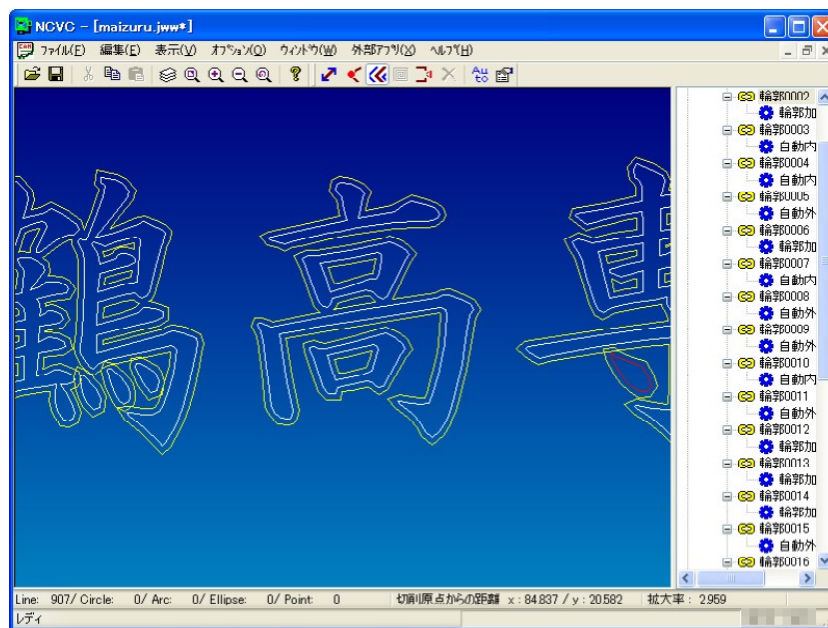

図8 手動輪郭による調整完了
4) 内外の間違っている他の図形集合についても同様に作業を行ってください。TABキーを有効に使用すると効率よく作業できると思います。この時点では輪郭同士の交点は気にしなくて結構です。サンプルでは図8のように設定しました。